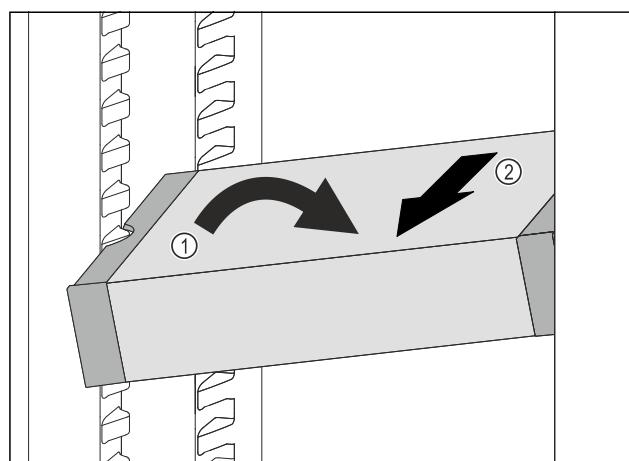

Fig. 79
- Predal VarioSafe postavite v hladilniku postrani. Fig. 79 (1)
- Predal VarioSafe izvlecite v smeri naprej. Fig. 79 (2)